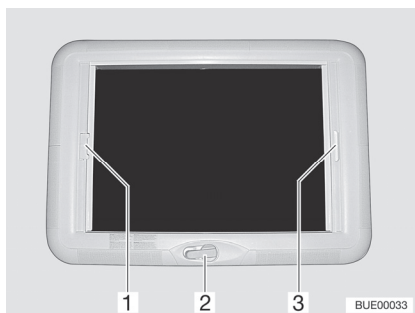

Fig. 21 Lanterneau à manivelle
- Tourner la manivelle (Fig. 21,2) jusqu'à ressentir une résistance.
- Tirer la poignée du dispositif occultant plissé (Fig. 21,3) dans le sens de la flèche et le relâcher lorsqu'il a atteint la position voulue. Le dispositif occultant plissé reste alors à cette position.
- Tirer sur la poignée (Fig. 21,1) de la moustiquaire dans le sens de la flèche jusqu'à toucher la poignée du dispositif occultant plissé (Fig. 21,3) située vis-à-vis et la faire s'enclencher.
- Appuyer sur la poignée de la moustiquaire (Fig. 21,1) vers l'arrière et le haut et décrocher la moustiquaire du dispositif occultant plissé (Fig. 21,3).